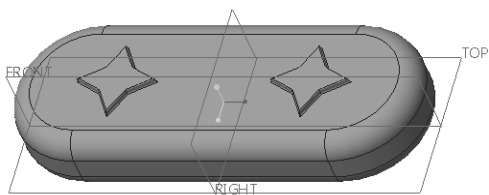

图 5-149 创建带有拔模的偏移特征
10) 在“偏移”选项卡中单击 $\checkmark$ （完成）按钮，创建的带有拔模的偏移特征如图 5-149 所示。